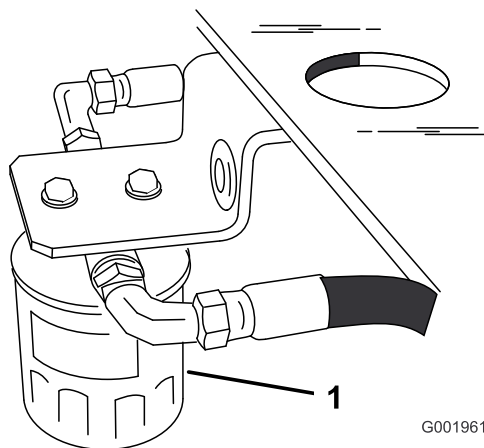

Bild 47
4. Stellen Sie unter den Filter unter dem Kraftstofftank eine Ablaufwanne (Bild 47).
5. Entfernen Sie den Altfilter und wischen die Dichtfläche am Anbaustutzen (Bild 47) ab.